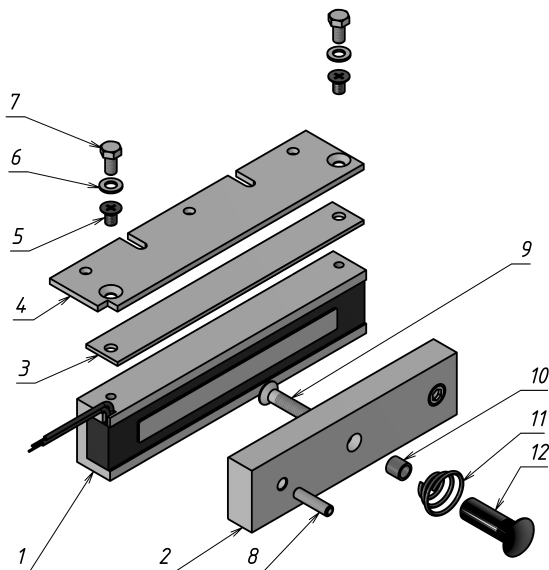

Рисунок 1 - Комплект поставки замка
3.1 В комплект поставки замка ALM-180FB (рисунок 1) входят:
- корпус (1) ..... - 1 шт.
- якорь (2) ..... - 1 шт.
- планка (3) ..... - 1 шт.
- пластина (4) ..... - 1 шт.
- винт М5х8 (потайн.) (5) ..... - 2 шт.
- шайба 5 (6) ..... - 2 шт.
- болт М5х10 (7) ..... - 2 шт.
- штифт (8) ..... - 1 шт.
- винт М6х35 (9) ..... - 1 шт.
5.6 Винт крепления якоря (поз.9 рис.1) необходимо затянуть с усилием, достаточным для исключения его отворачивания в процессе эксплуатации. Рекомендуется ставить винт на стопорящий герметик типа «Анатерм» или на нитрокраску НЦ.